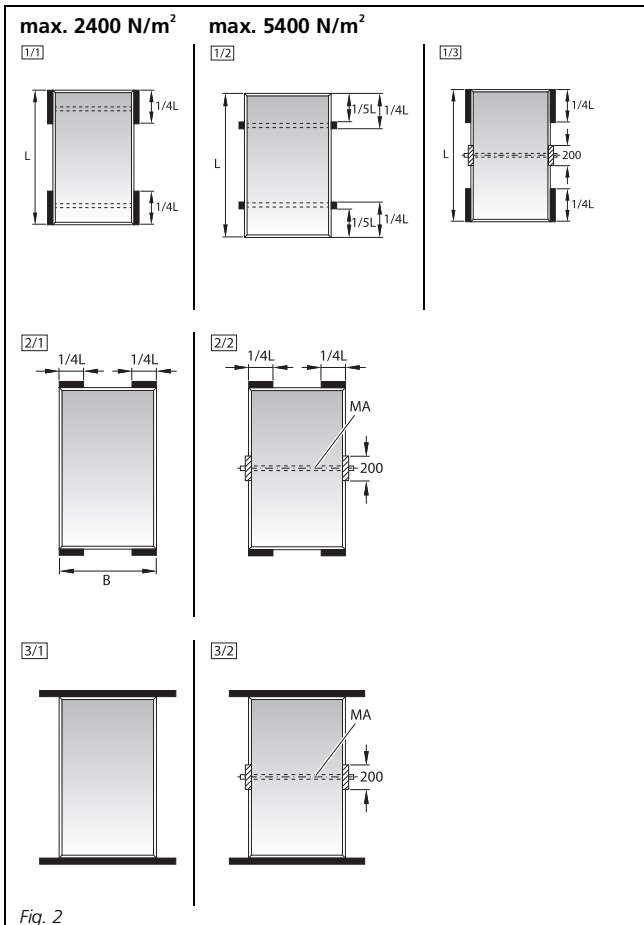

Fig. 2
- Collocare i profili di fissaggio ad incastro nel campo di fissaggio indicato (vedere i segni ■ in Fig. 2).
- Attenersi alle necessarie zone di appoggio (vedere i segni ■ in Fig. 2).